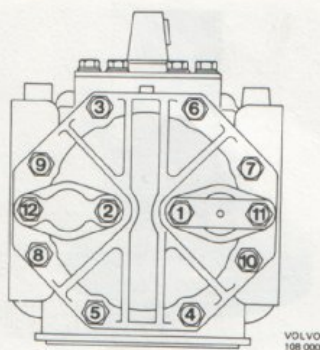

Bild 57. Ätdragningschema för kompressortopp
10. Montera ventilerna med de fyra längsta skruvarna samt dra i de övriga skruvarna, i ordningsföljd enligt siffermarkeringarna i bild 57 och med ett moment av 20–30 Nm (2–3 kpm).